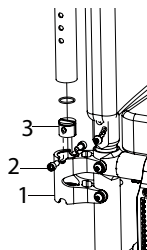

Fig. 22
- Tirez l'appui-bras en dehors du socle (1) (Fig.22);